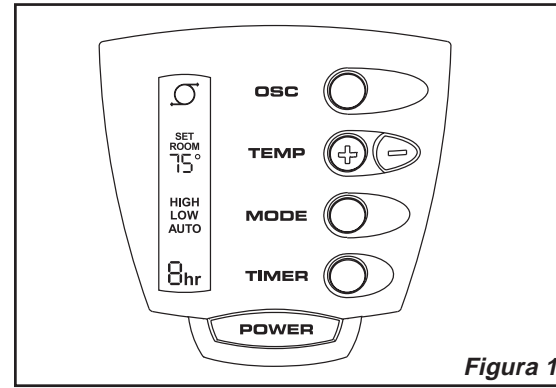
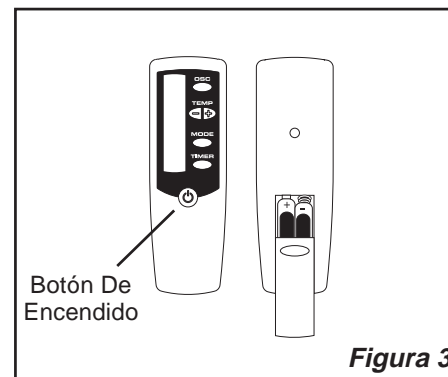

Figura 1
Figura 3
Este Calefactor puede operarse mediante los controles manuales ubicados en el Calefactor (como se indica en la **Figura 1**) o mediante su control remoto (como se indica en la **Figura 3**).
5. Encienda el Calefactor al oprimir el **Botón De Encendido (Power)**. (**Figura 1**)
CONTROL REMOTO (Figura 3)
1. Instale las dos pilas "AAA" que se acompañan, como se indica en la FIGURA 3.